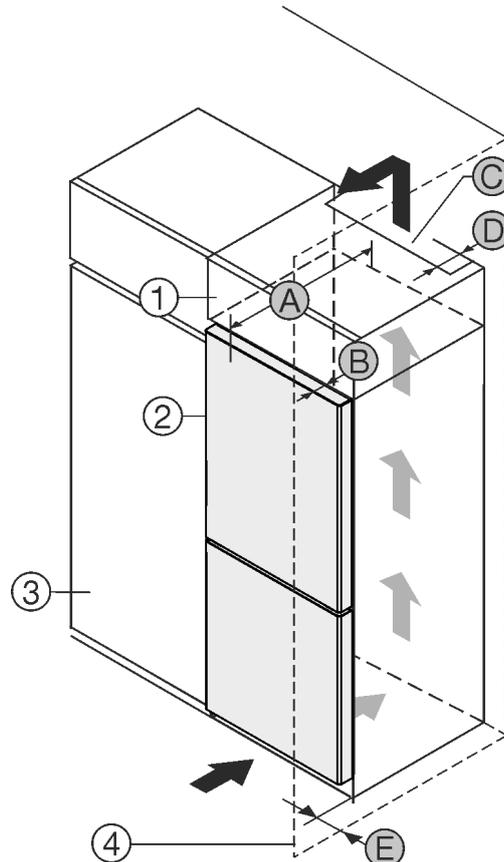

Fig. 1
- (1) Дополнительный шкафчик
- (2) Устройство
- (3) Кухонный шкаф
- (4) Стена
- (A) Глубина устройства
- (B) Глубина двери
- (C) Вентиляционное сечение
- (D) Расстояние до обратной стороны устройства
- (E) Расстояние до стороны устройства
Установите устройство непосредственно рядом с кухонным шкафом Fig. 1 (3).*
На задней стенке дополнительного шкафчика должен быть вентиляционный канал с глубиной Fig. 1 (D) по всей ширине этого шкафа.
Нужно соблюдать вентиляционное отверстие Fig. 1 (C) под нижней панелью.
Если устройство установлено на шарнирах у стены Fig. 1 (4), то расстояние между устройством и стеной должно быть не менее 13мм.
Если устройство установлено на шарнирах у стены Fig. 1 (4), то расстояние между устройством и стеной должно быть не менее 20мм.
Чтобы можно было полностью открыть двери, устройство должно выступать на глубину двери Fig. 1 (B) относительно передней стенки кухонного шкафа. В зависимости от глубины кухонных шкафов Fig. 1 (3) и использования пристенных распорок устройство может выступать и больше.*